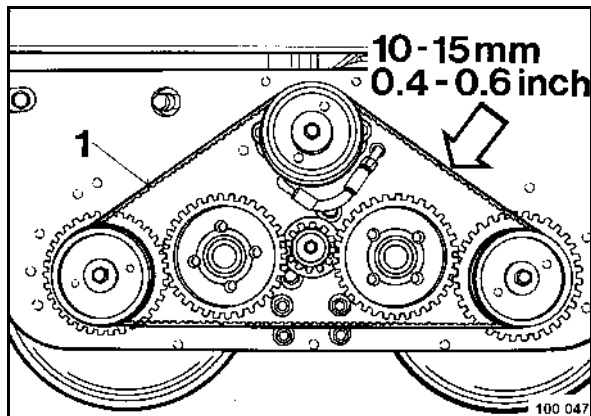

fig. 71
- Vérifier l'état et la tension de la courroie crantée 1 (fig. 71). Remplacer la courroie défectueuse.